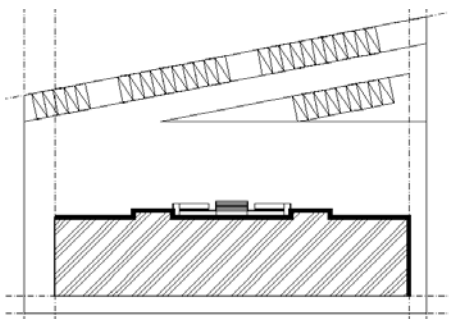

图 15.93 停车位处的广场边线
(1) 新建“广场”图层,并将其置为当前图层,执行多段线命令,将停车场处的广场及绿地边界线描出,如图 15.93 所示。